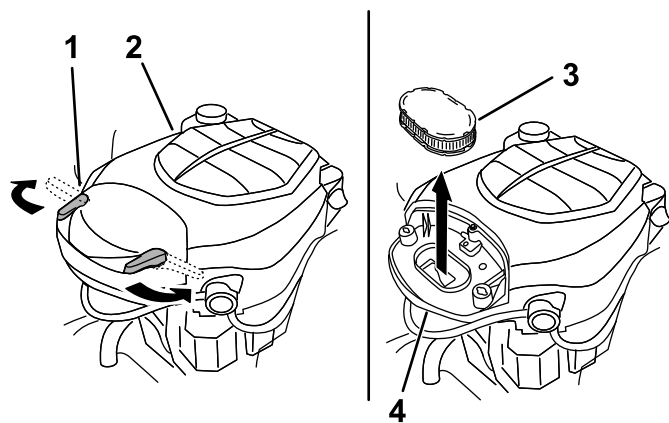

Figura 31
2. Retire la tapa para tener acceso al elemento del limpiador de aire (Figura 31).
6. Instale la tapa y sujétela con los enganches (Figura 31).